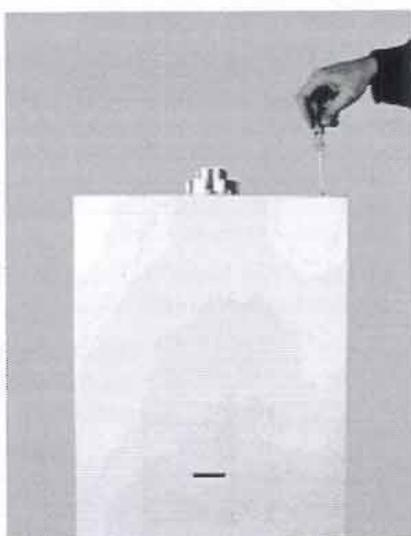

Fig. 27. Løsn og fjern de 2 skruer, der fastholder kedlens øverste forplade foroven og fjern selve forpladen.
- c) løsn og fjern de 2 øverste skruer, der fastholder det øverste forpanel (fig. 27, pkt. 7.2);
- c) unscrew and remove the 2 screws securing the upper front panel (fig. 27, section 7.2);